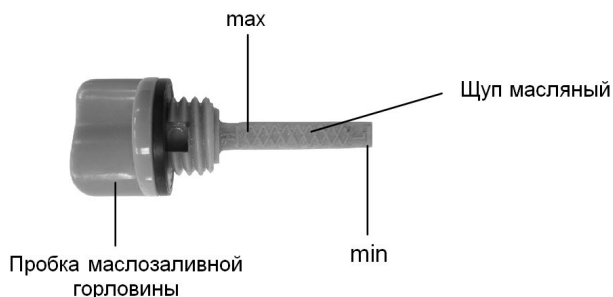

Рис. 16
- 1.Выкрутите пробку маслосливной горловины (рис. 16);
- 3.Извлеките щуп и проверьте уровень масла. Он должен находиться между верхней и нижней отметкой контрольного щупа ближе к верхней отметке (max) (рис.16). В случае необходимости долейте свежее моторное масло;